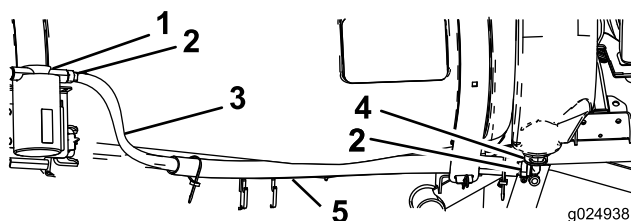

Figura 32
1. Fate passare il flessibile del serbatoio di lavaggio tra la fascia di fissaggio del serbatoio anteriore e il lato del serbatoio (Figura 32).
2. Con una fascetta stringitubo fissate l'estremità del flessibile alla relativa dentellatura inferiore sulla pompa di lavaggio (Figura 32).